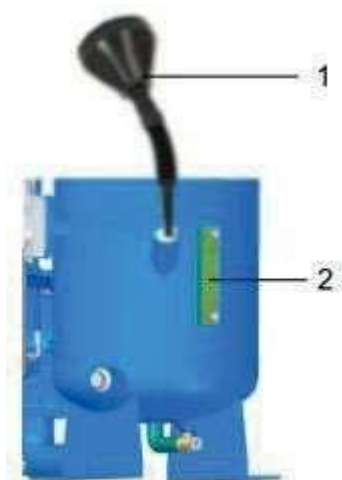

Рис. 34: Заправочный патрубок
6. → С помощью воронки (Рис. 34 поз.1) залейте масло до середины смотрового стекла (Рис. 34 поз. 2).